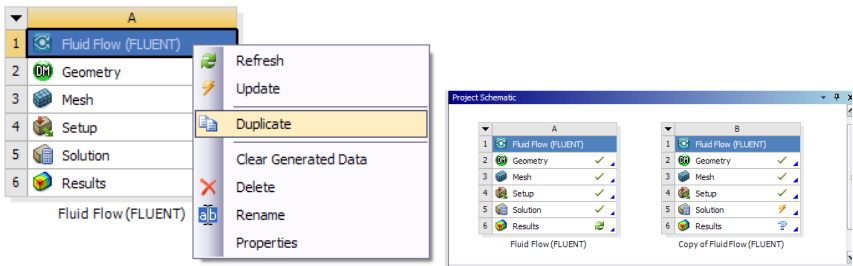

Рис. 52 - Дублирование проекта *ANSYS Workbench*
**Шаг 1.** Создание копии модуля *Fluid Flow (Fluent)*. Для этого нужно, в рабочем поле *ANSYS Workbench* нажав правой кнопкой мыши первую строчку модуля (на синюю «шапку»), вызвать контекстное меню и в нём выбрать пункт *Duplicate* (дублировать). При этом произойдёт копирование проекта (рис. 52).